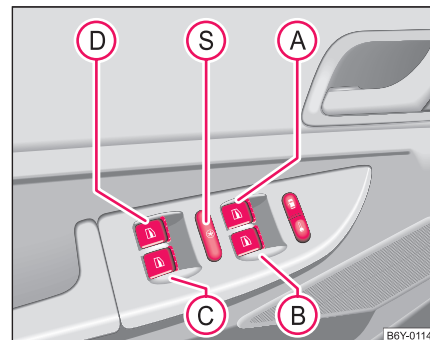

Fig. 27 Interruptor de la puerta del conductor
Los conmutadores para las diferentes ventanillas se encuentran en el apoyabrazos de la puerta del conductor ⇒ página 49, fig. 27, puerta del acompañante y en las puertas traseras*.
Con el pulsador de seguridad (S) ⇒ página 49, fig. 27 se pueden poner fuera de servicio los conmutadores de los elevalunas en las puertas traseras. Tras accionar de nuevo el pulsador de seguridad, los conmutadores traseros volverán a estar en condiciones de funcionar.
- Si se transportan niños en los asientos traseros, se recomienda poner fuera de funcionamiento los elevalunas eléctricos de las puertas traseras (pulsador de seguridad) (S) ⇒ página 49, fig. 27.